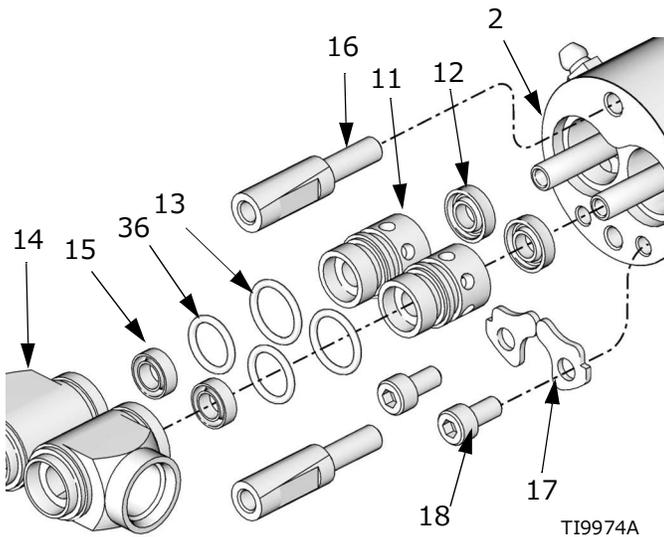

図 7
5. 2 つの液体ハウジングのネジ (18) とクランプ (17) を液体ハウジング (14) から取り外します。液体ハウジング (14) をスライドさせてエアシリンダ (2) から外します。図 7 を参照ください。
6. ベアリング (11)、ベアリング O リング (36、13)、および 2 次液体シール (12、15) を取り外します。
1. ベアリング (11)、Oリング (13、36)、およびシール (12、15) を潤滑します。Oリング (13、36) をベアリング上に設置します。シールの縁がベアリング内に向いている状態で、シール (12) をベアリングの凹所に注意して挿入してください。スプリングがハウジングの外を向いている状態で、シール (15) をベアリング内に挿入します。シールの縁を損傷させないように注意してください。図 7 を参照ください。
2. ベアリング (11) をエアシリンダ (2) に押し込みます。
3. 液体ハウジング (14) にグリースを塗布し、ベアリング (11) の上に取り付けます。クランプ (17) とネジ (18) を取り付けます。25-30 in-lb (2.8-3.4 N•m) のトルクで締めます
4. **255180、255182、255900、255901、および 255902**、ガスケット (28) およびシート (27) を挿入します。